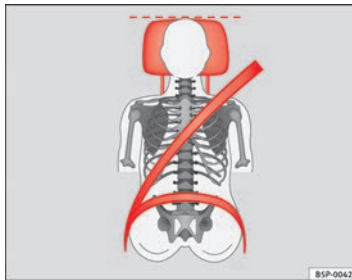
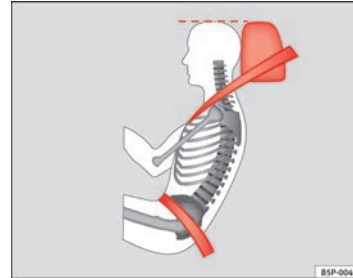

Abb. 68 Von vorne betrachtet: richtig eingestellte Kopfstütze und korrekter Gurtbandverlauf
Abb. 69 Von der Seite betrachtet: richtig eingestellte Kopfstütze und korrekter Gurtbandverlauf
- Die Kopfstützen so einstellen, dass sich die Oberkante der Kopfstütze möglichst auf einer Linie mit dem oberen Teil Ihres Kopfes, aber mindestens auf Augenhöhe befindet ⇒ Abb. 68 und ⇒ Abb. 69.